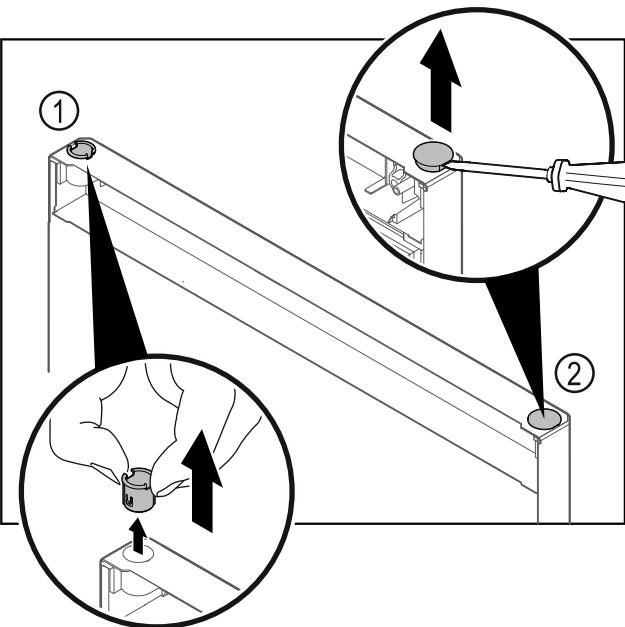

Fig. 11
- Scharnierbuchse Fig. 11 (1) mit den Fingern herausziehen.
► Abdeckstopfen Fig. 11 (2) vorsichtig mit einem Schlitzschraubendreher anheben und herausziehen.